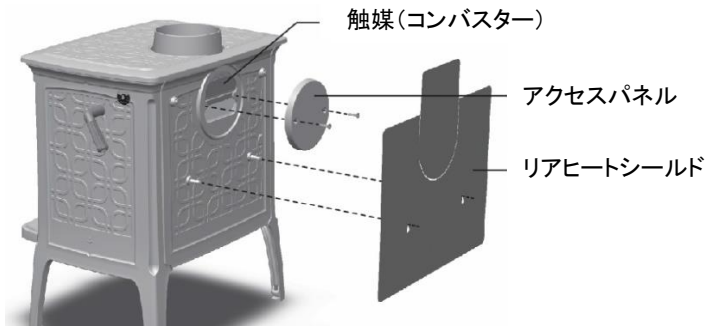

図 3. 背面接続用口元兼アクセスパネル
3. ストープ背面のアクセスパネル(背面口元)を外します。(図3. 参照) ※六角レンチ(5/32" または4mm)使用